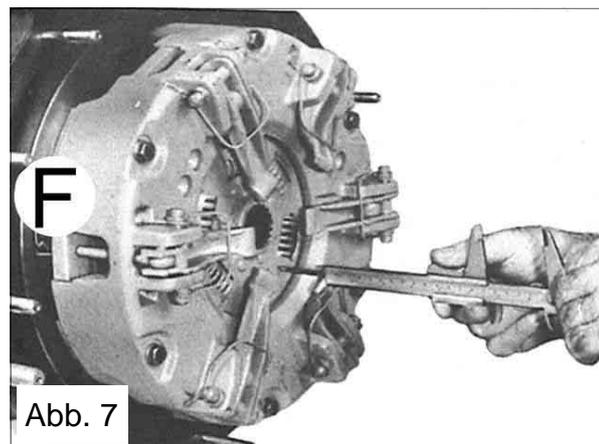

Abb. 7
- Die Muttern **F** (Abb. 7) benutzen, bis man den Sollwert erhält;